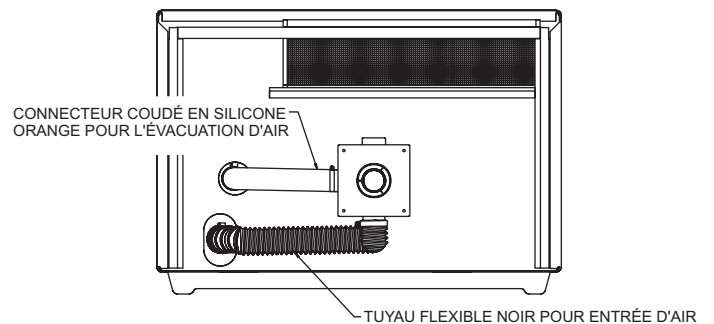

Figure 7
Évacuation (Figures 7 and 8)
Placer l'isolant moussé noir de 6-3/8" x 6-3/8" (162mm x 162mm), le joint d'étanchéité de la plaque murale dans la plaque de montage. Le trou de 4-3/4" (121mm) de diamètre dans le joint d'étanchéité en isolant moussé noir permettra l'installation de l'ensemble du tuyau d'évent concentrique. Glisser en place la plaque de montage extérieure sur l'ensemble du tuyau d'évent concentrique. La plaque de montage extérieure doit être apposée étanchement contre le mur du bâtiment et fixée en place en utilisant (4) vis à tête hex 10 x 1" (Voir Figure 7). Soyez certain d'assurer l'étanchéité en calfeutrant autour des tuyaux à l'extérieur, en utilisant du silicone classé 204°C/400°F pour haute température et pour l'extérieur. Mettez du silicone sur l'extension du tuyau d'évacuation de 51mm. Le couvercle pour l'extrémité peut être poussé en place sur le tuyau de sortie de l'évacuation. **Attention:** L'ouverture au bas du couvercle doit être dirigée vers le sol. L'ouverture du bas ne peut pas être tournée vers la droite ou la gauche, elle doit être centrée vers le sol.